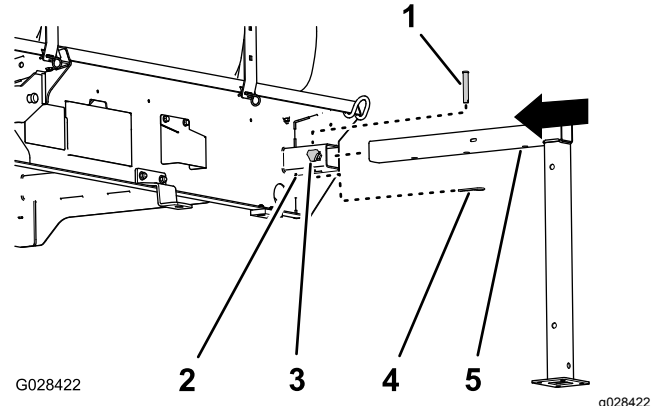

Figura 118
1. Alinee el soporte fijo delantero con el receptor del soporte fijo de la parte delantera del depósito (Figura 118).
2. Inserte el soporte fijo en el receptor hasta que el orificio central del tubo del soporte fijo horizontal esté alineado con el orificio de la parte superior del receptor (Figura 118).
4. Enrosque un mando de bloqueo en el receptor y apriételo a mano (Figura 118).